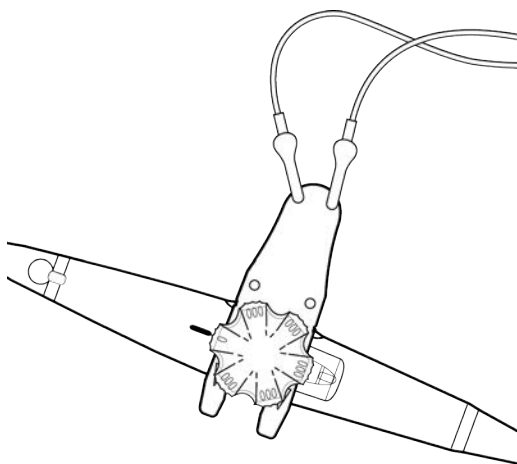

Figura 21 Ligação da ferramenta de teste de perfuração
- b** Conecte os fios condutores vermelhos à ferramenta de teste de perfuração conforme exibido na **Figura 21**.